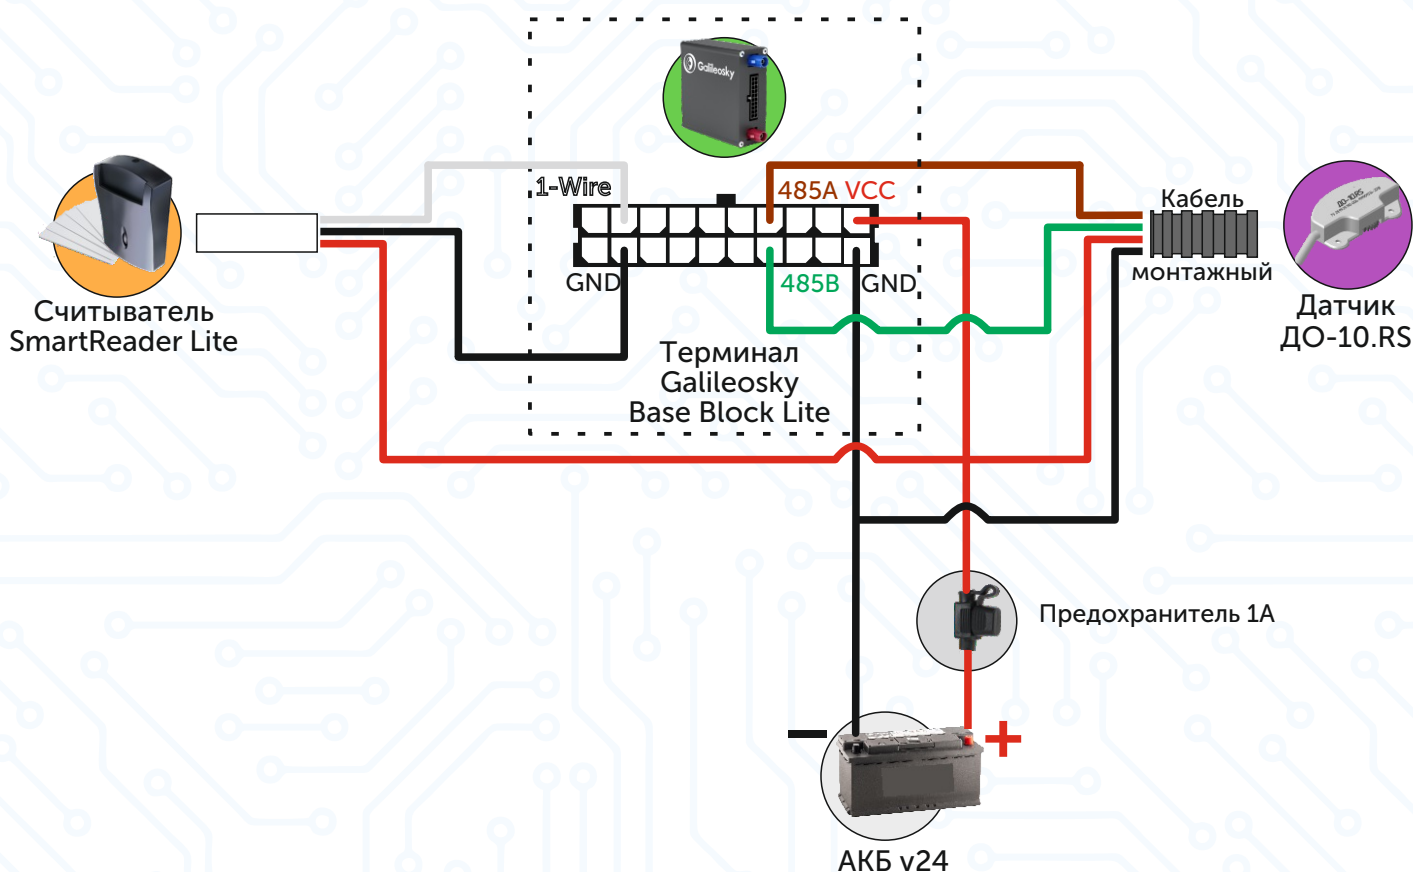

Рисунок 1
- 1 От аккумулятора автомобиля через плавкий предохранитель 1А подключите питание терминала Galileosky Base Block Lite, датчика оборотов ДО-10.RS, считывателя SmartReader Lite (рисунок 1)